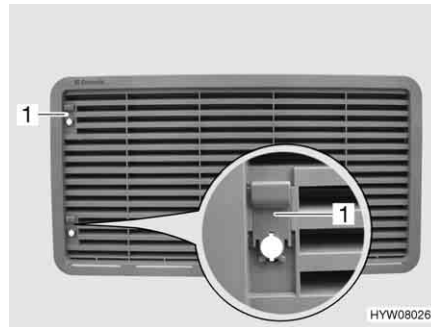

Bild 219 Kühlschrank-Lüftungsgitter
- Schieber (Bild 219,1) nach oben schieben.